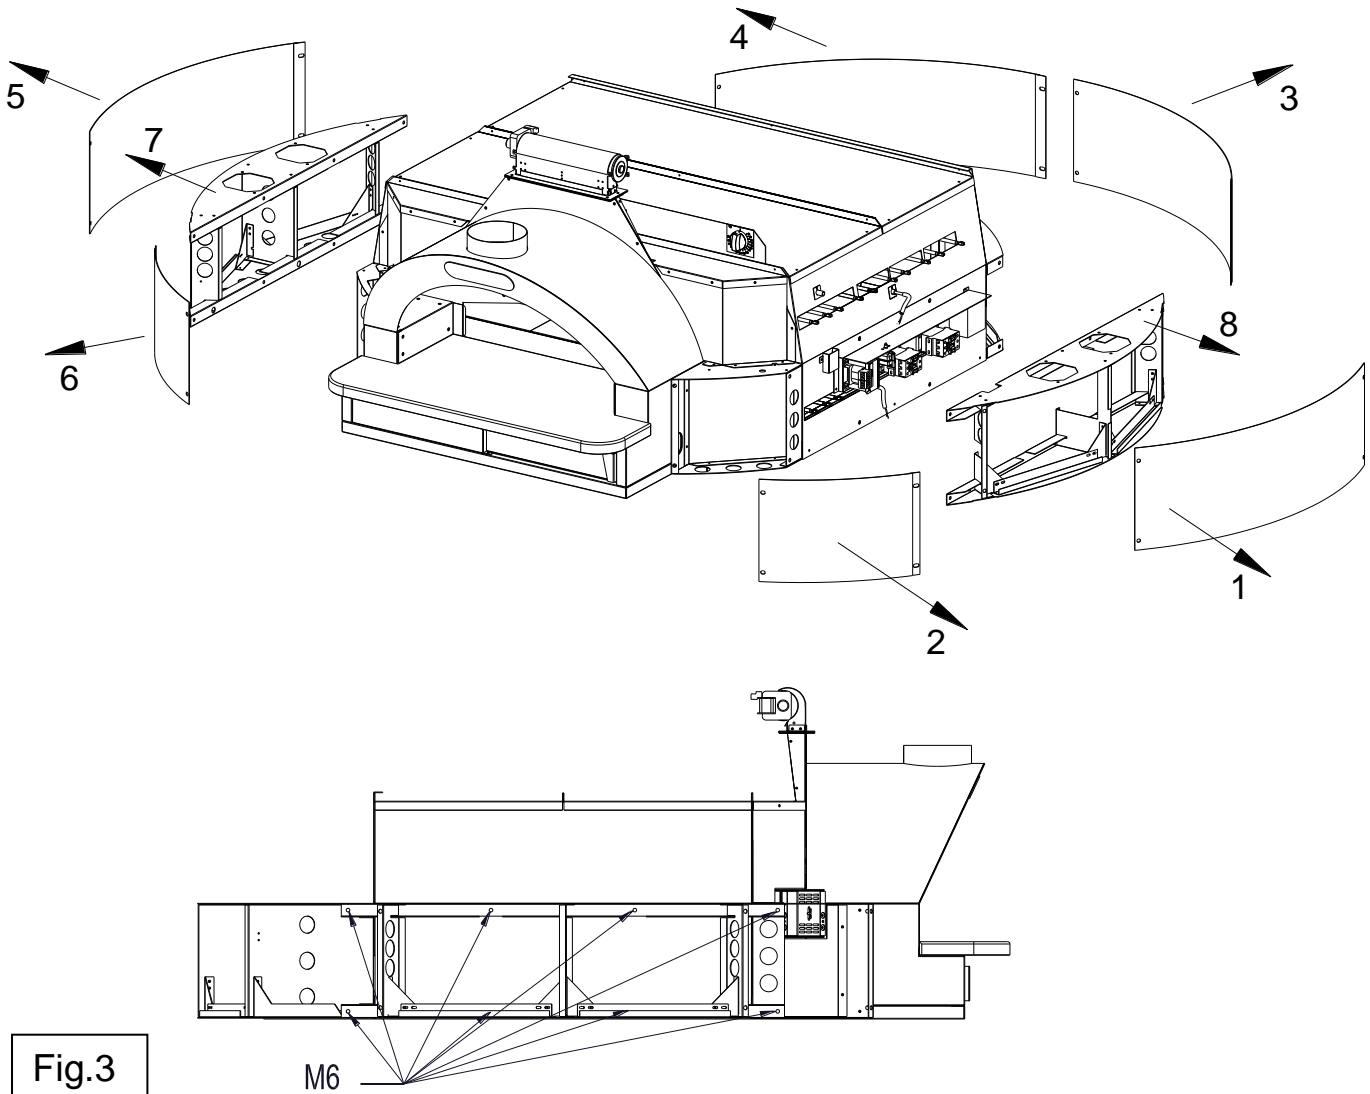

Fig.3
- 3- Entfernen Sie die seitlichen und hinteren halbmondförmigen Schließbänder in der Reihenfolge 1-2-3-4-5-6 (Abb. 3).
- 4- Entfernen Sie die linken und rechten seitlichen halbmondförmigen Schließbänder in der Reihenfolge 7-8 (Abb. 3).